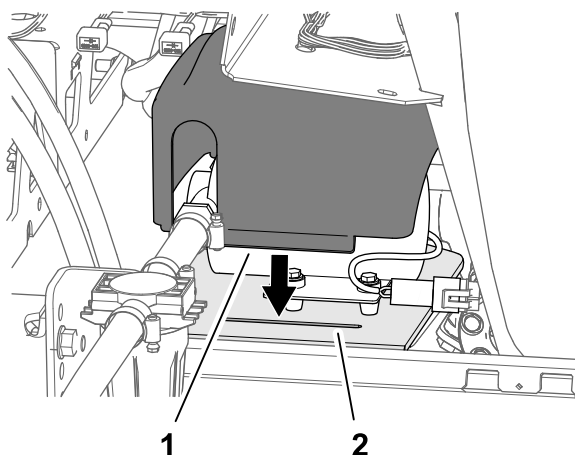

Figure 32
2. Insérez les 2 languettes du capot dans les 2 fentes de la plaque de montage du cadre du réservoir (**Figure 32**).
1. Placez le capot par-dessus de la pompe du réservoir de rinçage, comme montré à la **Figure 32**.